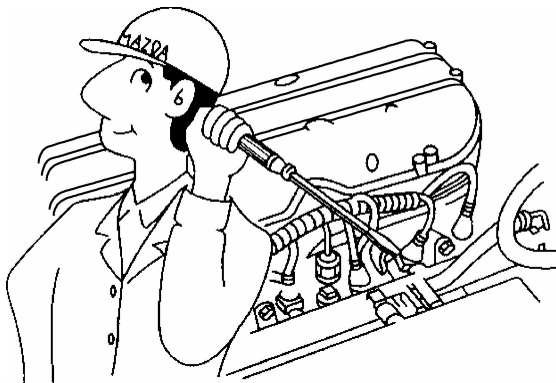

图 2-67 喷油器的听诊
(1) 简单检查方法 在发动机工作时触试或用听诊器(图2-67)检查喷油器针阀关闭时的振动或声响,若感觉无振动或听不到有节奏的“嗒嗒”声,说明喷油器或其控制电路有故障。